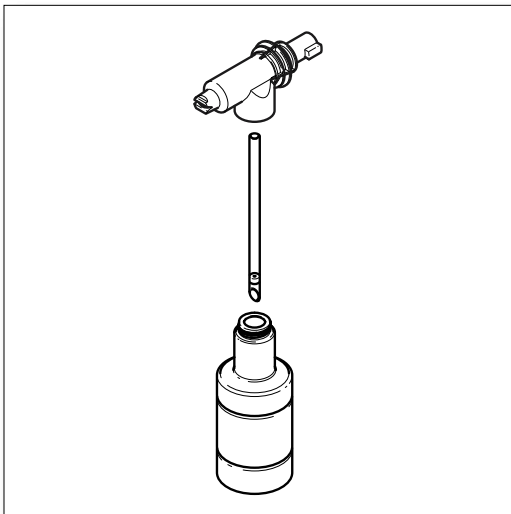
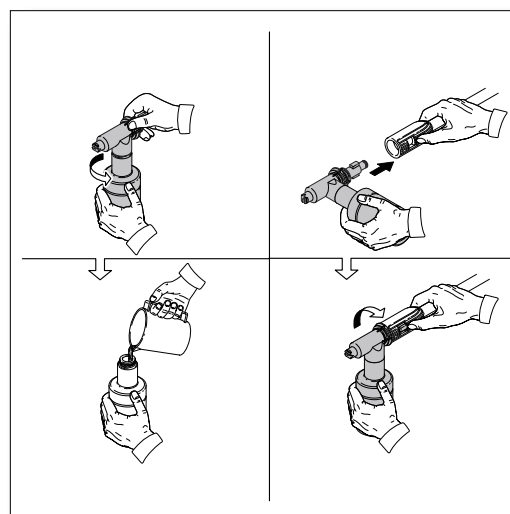

Fig. 11
Fig. 12
- Cuando se utiliza el detergente botella, llenarla con una adecuada formulación detergente o limpiador con una proporción agua según las instrucciones del envase **(Fig. 11)**. El detergente botellas viene con una paja, lo que se introduce en el tornillo en la parte superior. Si no puede ver la paja, mirar dentro de la botella y conéctelo al tornillo de en la parte superior. **(Fig. 12)**